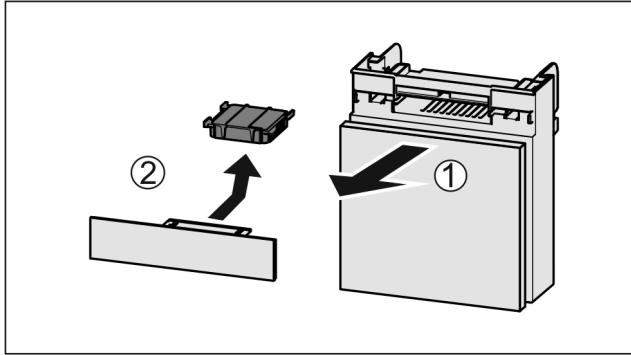

Fig. 146
- ▶ Издърпайте Fig. 146 (1) напред от отделениято.
- ▶ Извадете Fig. 146 (2) филтъра с активен въглен.